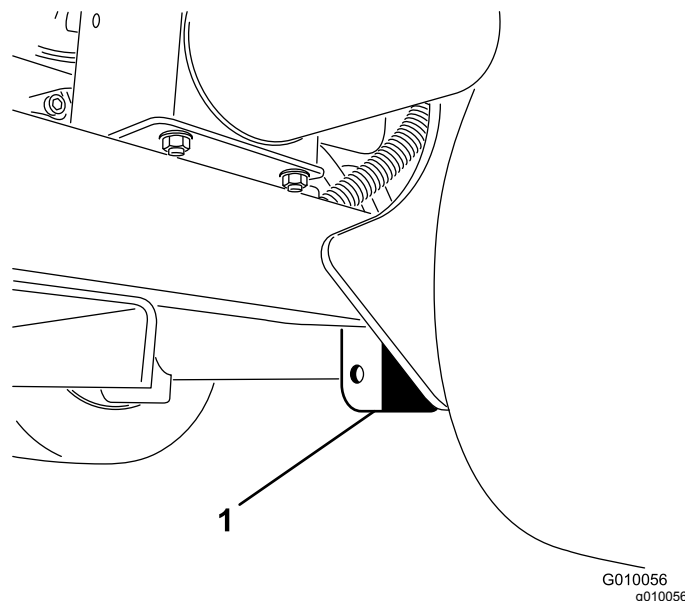

図 39
3. 後ホイールのすぐ内側にあるフレームプレートの下にジャッキを確実に置く(図 39)。